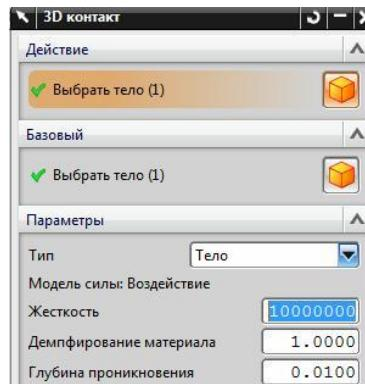
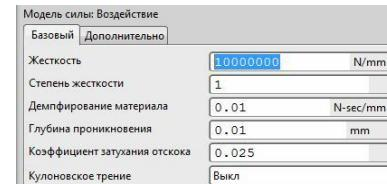

Рис.26
рис.28
- Диалоговое окно назначение упора показано на рис.26. Здесь важно указать – между какими телами может возникнуть столкновение, которое наш упор должен зафиксировать. И, что очень важно, требуется указать параметры, характеризующие такое столкновение. А именно – **жесткость**, **демпфирование материала**, **глубина проникновения** материала в материал и др. (рис.28).
- Рекомендуемые параметры упора из нашего примера приведены на рис.28.